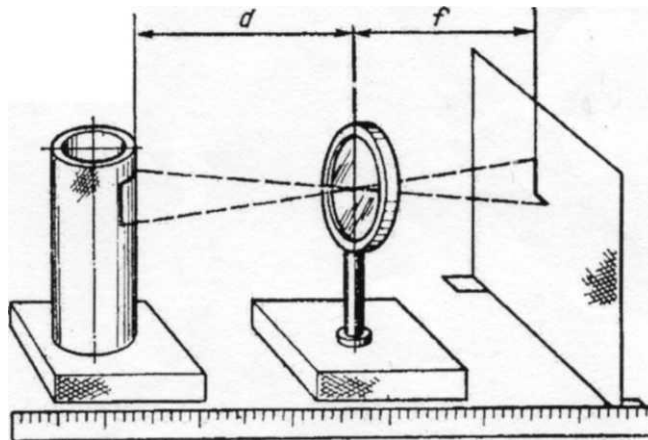

рис. 1
1. Расположить источник света, линзу и экран вдоль метровой линейки, как показано на рис. 1.